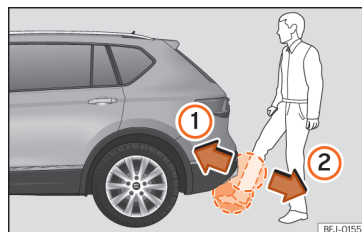

Abb. 87 Heckklappe mit sensorgesteuerter Öffnung (Easy Open).
- Mit einer schnellen Bewegung nähern Sie einen Fuß und unteren Beinteil so weit wie möglich dem Stoßfänger. Der untere Beinteil muss sich dem oberen Sensorbereich, und der Fuß dem unteren Sensorbereich »» **Abb. 87 ①** nähern.
- Entfernen Sie den Fuß und den unteren Beinteil mit einer schnellen Bewegung aus dem Sensorbereich »» **Abb. 87 ②**. Die Heckklappe öffnet sich selbsttätig.